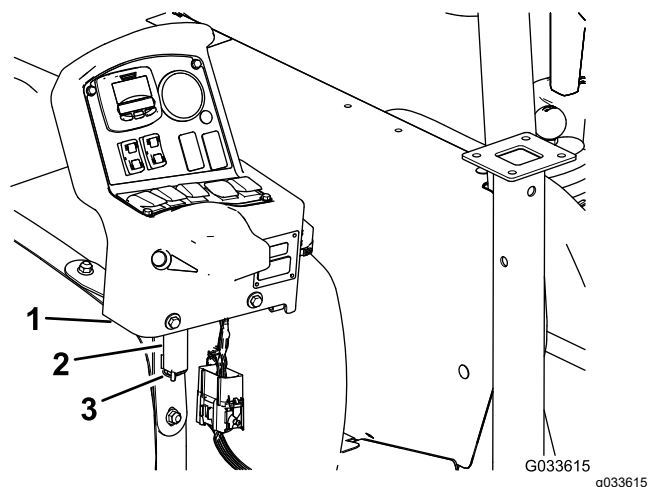

Figura 134
7. Retire a consola do suporte de montagem da consola no painel de instrumentos da máquina e alinhe o pino articulado na consola de controlo com o suporte de armazenamento na correia frontal do depósito (Figura 134); consulte Instalação da consola de controlo na máquina \(página 20\).
8. Monte a consola no suporte e prenda o pino articulado no suporte com o perno de gancho (Figura 134).